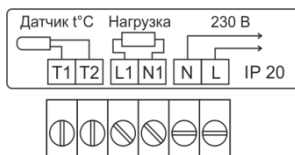

Рисунок 2 - Схема подключения термостата
5. Подключите к термостату провода питания, греющего кабеля и выносного датчика пола в соответствии с рис. 2.